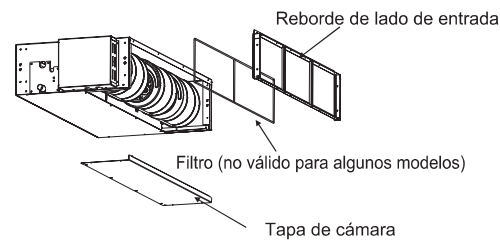
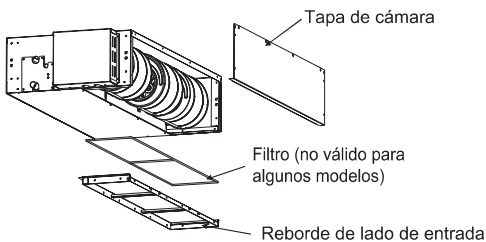

Fig. 3.1.2
Fig. 3.1.3
- Se garantiza un espacio suficiente para el mantenimiento y servicio (ver la Fig.3.1.1, Fig.3.1.2)
- (1) Quite la tapa de la cámara.
- (2) Vuelva a colocar el filtro en el lugar que se muestra en la Imagen 3.1.2. Vuelva a colocar la tapa de la cámara en el lugar que se muestra en la Imagen 3.1.3. Refiérase a la Imagen 3.1.3 para la dirección del filtro.